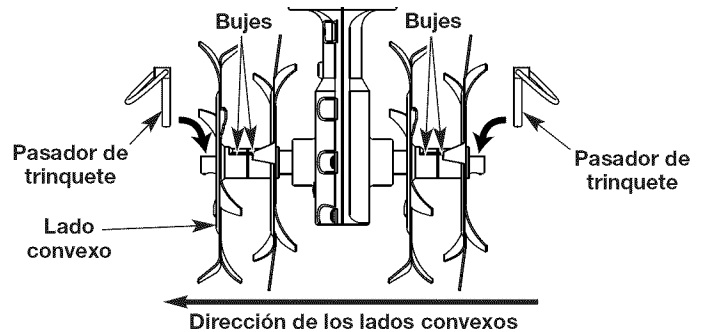

Fig. 9
3. Quite los pasadores de trinquete de cada uno de los extremos del eje de los dientes (Fig. 9). Saque los dientes deslizándolos del eje.
5. Coloque los dientes nuevos deslizándolos en su lugar con los núcleos mirando uno hacia el otro (Fig. 9).
6. Asegure los dientes nuevos al eje con los pasadores de trinquete (Fig. 9).